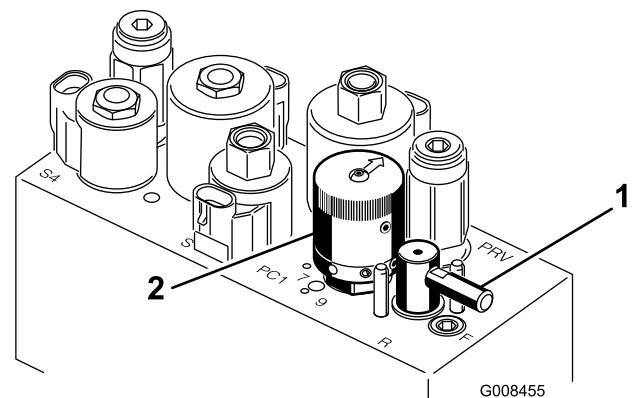

Figura 56
5. Gire la palanca de Autoafilado a la posición "R" (Figura 56).
6. Gire el control de velocidad del molinete a la posición 1 (Figura 56).